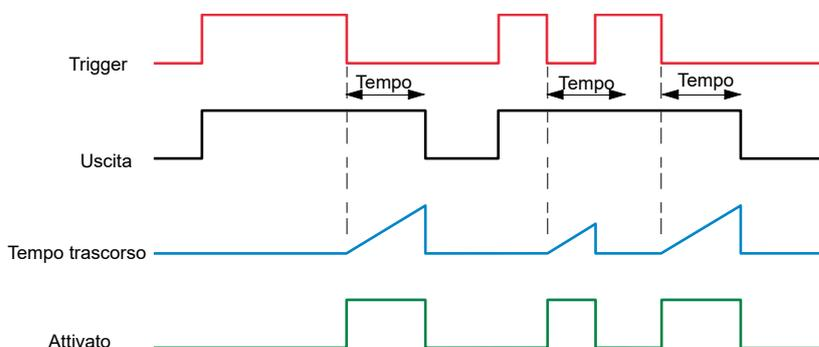

Figura 121 Definizione del timer Min On
**Nota:** Per facilità di confronto, le due modifiche temporali nella figura 121 avevano entrambe lo stesso valore. Questa non è, tuttavia, una condizione necessaria.